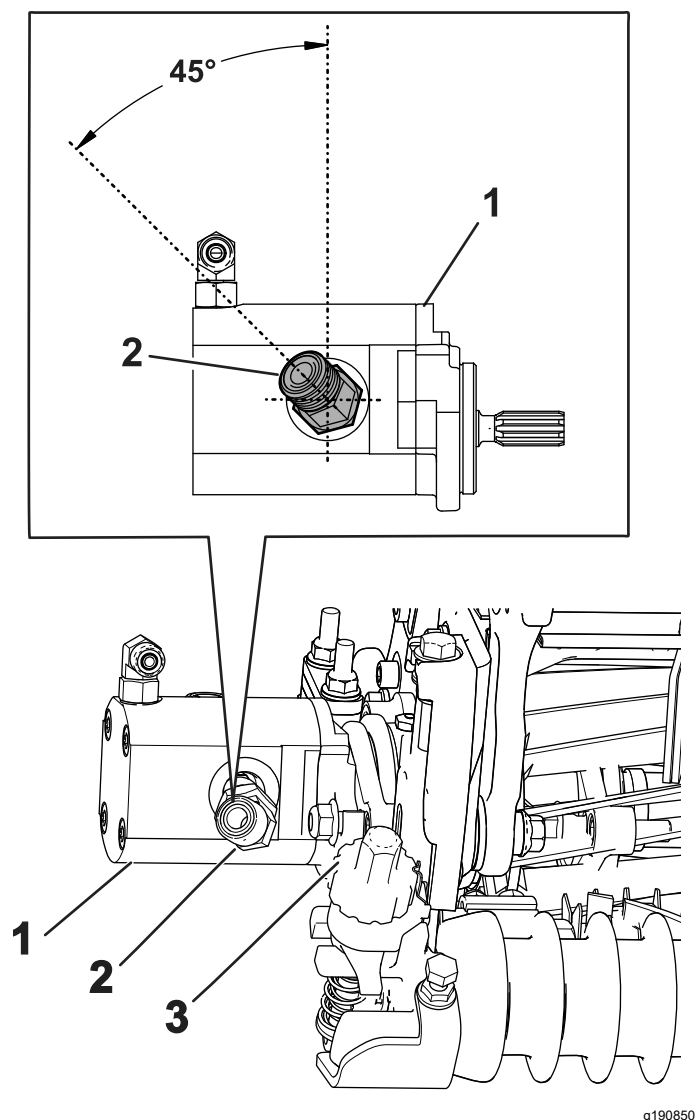

Figure 21
4. Montez le raccord à 45° neuf en positionnant l'angle comme montré à la Figure 21. Serrez le raccord à un couple de 47 à 58 N·m.